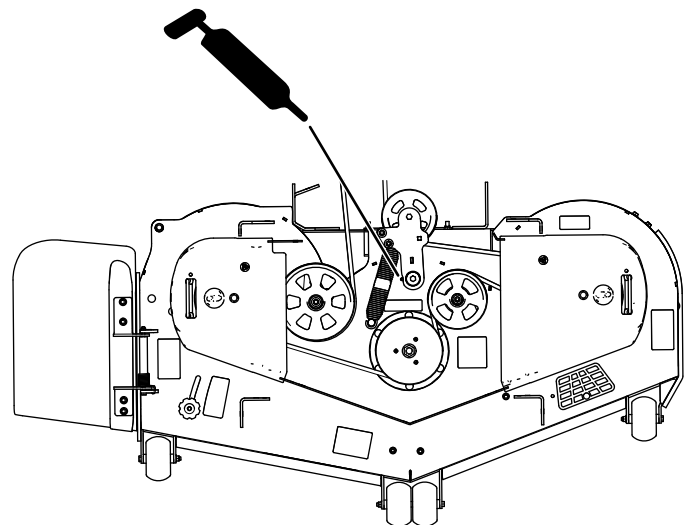
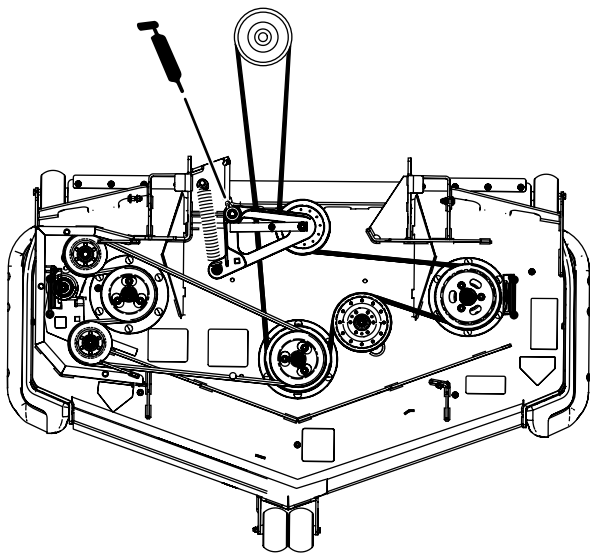

Figura 46
Figura 47
3. Engrase el pivote de la polea tensora de la carcasa de corte hasta que salga grasa por el extremo inferior (Figura 46 o Figura 47).